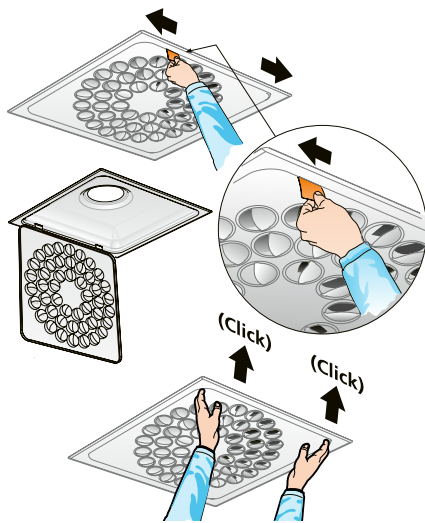

Abb. 1. Quick Access, Demontage des Auslassprofils.
- Einfachere und schnellere Installation, Einregulierung und Reinigung dank Quick Access, siehe Abb. 1.
- Das Auslassprofil wird gelöst, indem ein schmaler Gegenstand, beispielsweise die Quick-Access-Karte, zwischen dem Auslassprofil und dem Zwischenkasten eingeführt wird, um die Federn zu lösen. Die Karte von der Mitte zur Ecke schieben, siehe Abbildung 1.